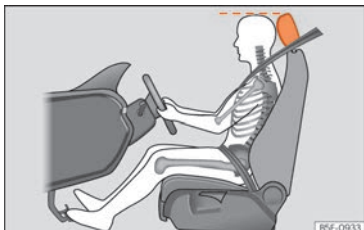

Fig. 86 Position correcte de l'appui-tête du conducteur
- Réglez l'appui-tête de sorte que le bord supérieur de celui-ci soit à la même hauteur que la partie supérieure de votre tête »» **fig. 86.**